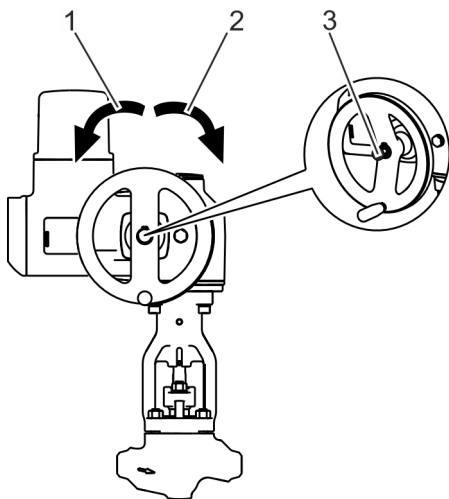

Fig. 20: Entraînement électrique :
2. ➤ Accoupler le volant (Fig. 20/3).
- Rotation dans le sens horaire (Fig. 20/2) : Fermer la vanne.
- Rotation dans le sens anti-horaire (Fig. 20/3) : Ouvrir la vanne.